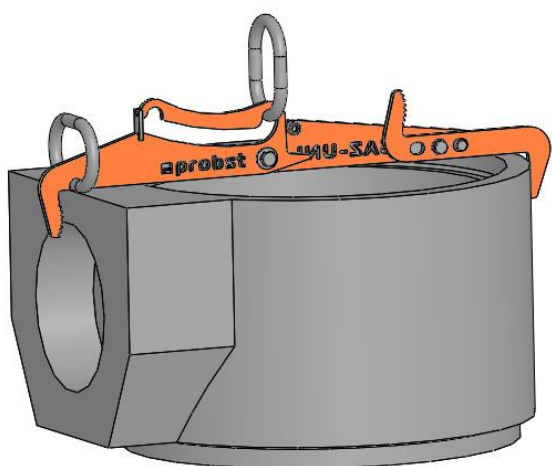

Bild 6
Przy chwytaniu części tulei (Rys. 6) ruchome ramię chwytaka (1) musi być obrócone o 180°.